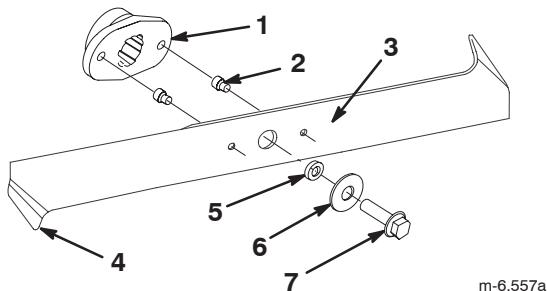

Bild 35
2. Untersuchen Sie die Schnittkanten (Bild 35). Bauen Sie, wenn die Kanten nicht scharf sind oder Kerben aufweisen, die Schnittmesser aus und schärfen Sie sie; siehe „Schärfen der Messer“ auf Seite 33.
3. Prüfen Sie die Schnittmesser, insbesondere die gebogenen Kanten (Bild 35). Montieren Sie neue Messer, wenn Sie eine Abnutzung oder Beschädigung dieses Bereichs feststellen.
4. Ersetzen Sie die Scherbolzen sofort, wenn Sie gebrochen sind (Bild 35).
3. Entfernen Sie die Messerschrauben, Scheiben und Messer (Bild 35). Sie können einen Holzklotz zwischen das Schnittmesser und das Mähwerk keilen, um das Schnittmesser beim Entfernen der Schraube zu blockieren.
- Montieren Sie die Schnittmesser, Scheiben und Messerschrauben (Bild 35).